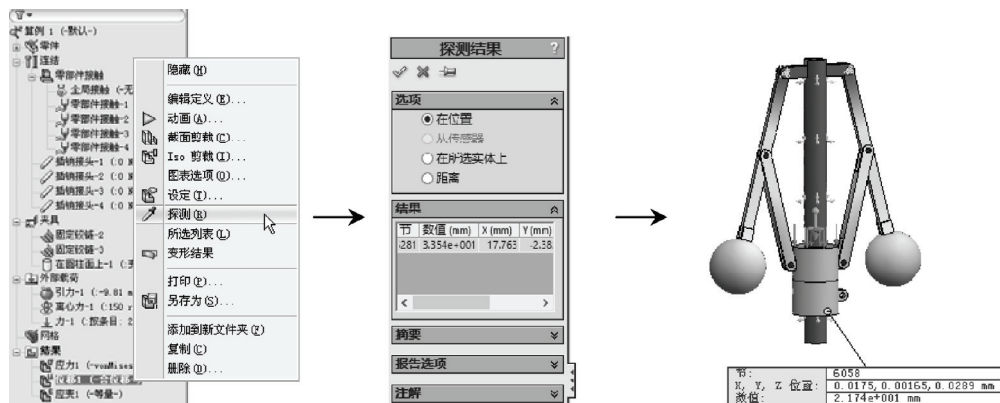

图 9-41 探测位移操作
STEP 15 右键单击“算例”树中“结果”中的“位移 1”项，在弹出的快捷菜单中选择“探测”菜单项，打开“探测结果”属性管理器，选择“轴套”底部边线，可在“探测结果”对话框以及图例的提示对话框中获得“轴套”的移动距离为 21.7mm，符合设计要求，如图 9-41 所示。